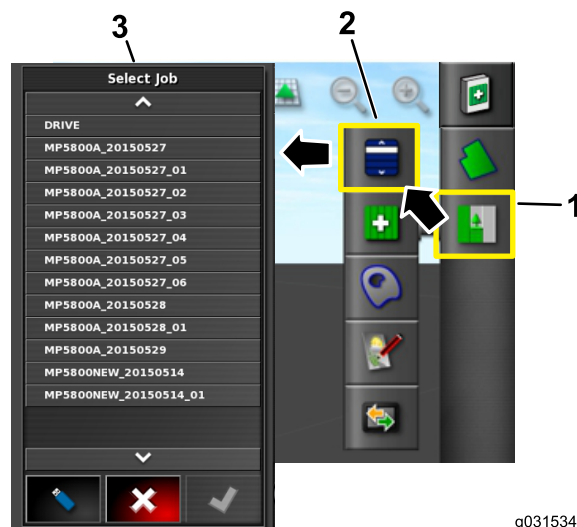

图17
7. 选择工作菜单图标（图17）。
8. 选择现有工作（图17）。